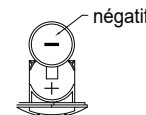
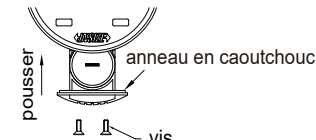

fig.2
fig.3
- Insérez la pile CR2032 dans son logement ; le pôle négatif (-) de la pile doit être tourné vers l'extérieur (fig. 2).
- Refermez le couvercle du compartiment à pile et revissez les vis de fixation (fig. 3). Veuillez ne pas retirer le joint en caoutchouc, car cela compromettrait l'étanchéité de l'appareil.
Attention : le point de contact doit être protégé contre toute pression inappropriée. Veuillez suivre les figures 2 et 3 pour savoir comment insérer et retirer le calibre d'alésage. Inclinez le calibre d'alésage pour l'insérer dans la pièce ou la bague de réglage (fig. 2) ; assurez-vous que le pont de protection entre d'abord en contact avec la paroi interne, puis redressez lentement le calibre d'alésage (laissez d'abord l'enclume entrer en contact avec la paroi interne, puis le point de contact). Inclinez le calibre d'alésage pour le retirer de la pièce ou de la bague de réglage (fig. 3) ; n'appuyez pas sur le point de contact.